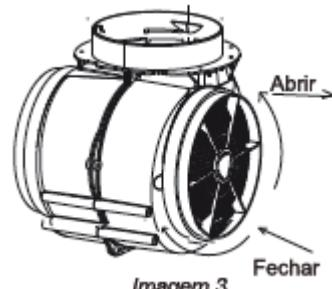

Imagen 3
- Retire o filtro de alumínio e instale o filtro de carbono de ambos os lados do motor. Veja a *Imagen 3*.